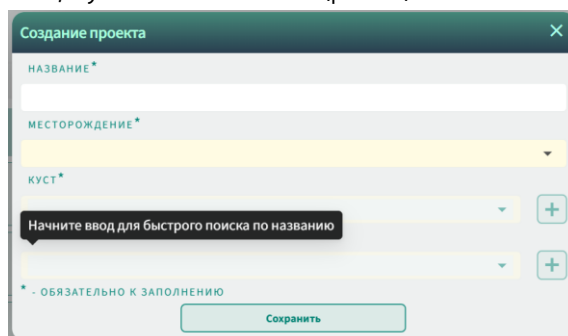

Рис. 2
2. При создании проекта необходимо ввести данные по наименованию проекта, названию месторождения, куста и скважины (рис.2).